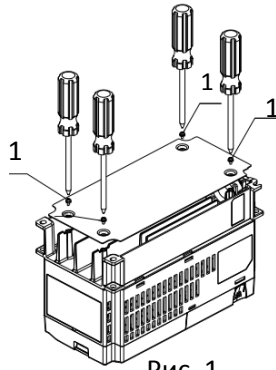

Рис. 1
1. Закрепите деталь 1 при помощи 4 винтов 1 (M3) (рис. 1). Момент: 6-8 кг-см / [5.21-6.94 ф-дм] / [0.6-0.8 Нм]